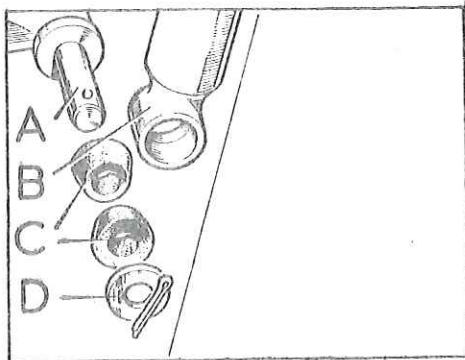

Fig. E -18 Fijación de la parte inferior del amortiguador (Modelo 88'')
Fig. E -18 bis Fijación de la parte inferior del amortiguador (Modelo 109'')
3.2. Apretar firmemente los elementos de fijación de amortiguador, para asegurarse que la carga previa sobre los casquillos de caucho es la correcta. Cuando se utiliza una clavija (Fig. E -18), esta carga previa viene determinada por la posición de aquella.